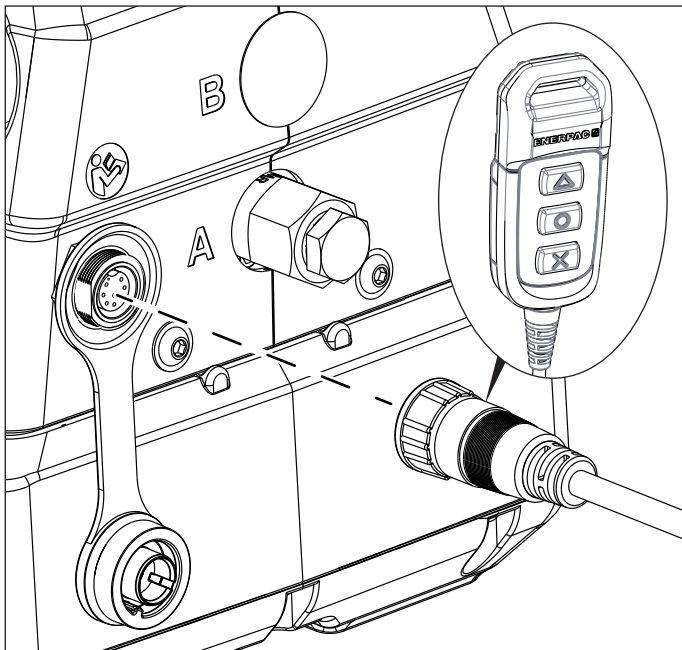

Figura 5: Conexión de la botonera
1. Retire el guardapolvos del conector en la parte delantera de la bomba y conecte el cable de la botonera. Véase Figura 5.